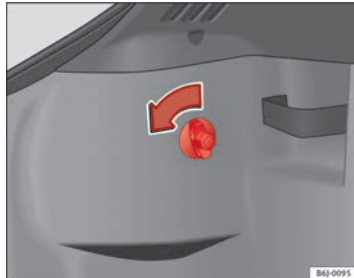

Abb. 162 Zugang zu den Rückleuchten
- Die Schraube von Hand oder mit einem Schraubendreher in Richtung des Pfeils ⇒ Abb. 162 drehen.
- Nehmen Sie den Stecker aus der Aufnahme Ⓐ ⇒ Abb. 162. ▶